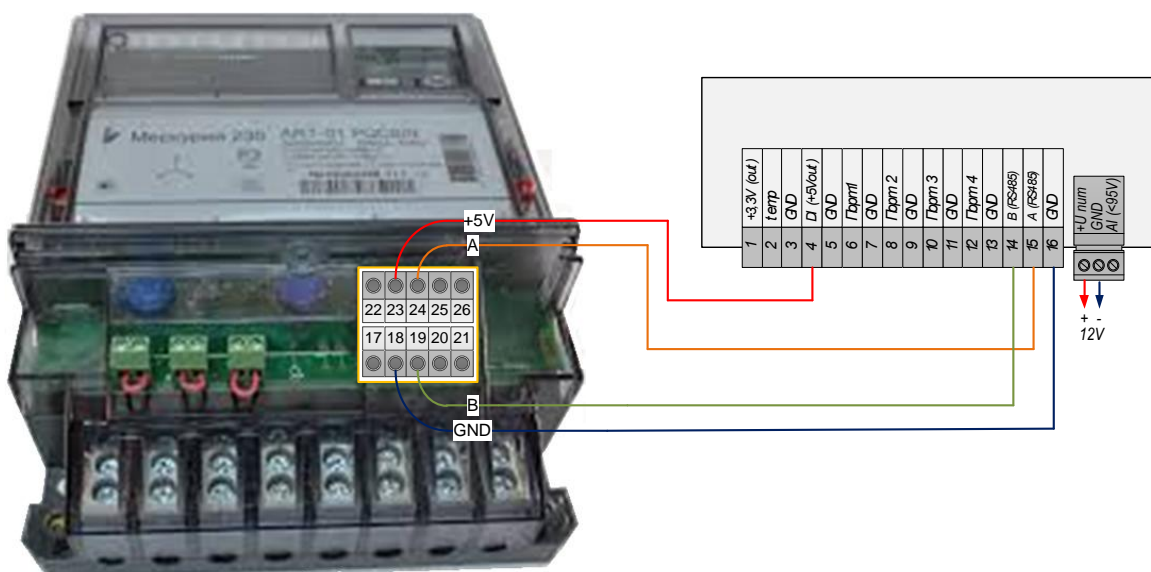

Рис.11.2. Пример подключения к интерфейсу RS-485 электросчетчика «Меркурий 230»
11.4. Интерфейс RS-485 прибора выведен на контакты «A(RS485)», «B(RS485)». На рис.11.2 и 11.3. приведены примеры подключения к прибору интерфейса RS-485 электросчетчиков Меркурий 230 и 206.